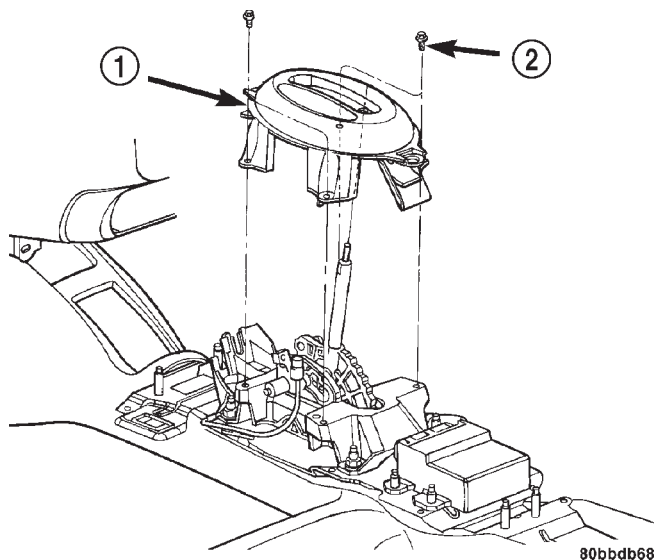

Fig. 182 Desmontaje e instalación del marco del cambiador
(3) Retire el marco del cambiador (Fig. 182).
(8) Instale el marco del cambiador (Fig. 182).